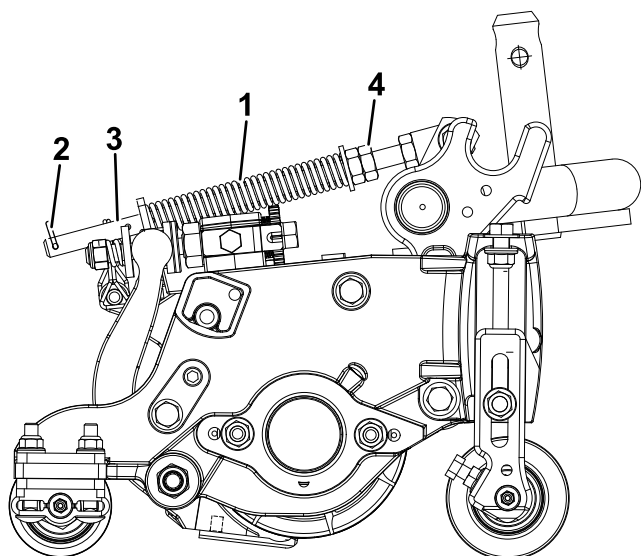

Рисунок 12
Пружина компенсации состояния грунта (Рисунок 12) переносит вес с переднего на задний каток. Это препятствует образованию на грунте волнообразных неровностей (так называемые «волны» или «трясучка»).
1. Убедитесь в том, что шплинт вставлен в заднее отверстие штока пружины (Рисунок 12).
2. Затяните шестигранные гайки на переднем конце штока пружины таким образом, чтобы длина сжатой пружины (Рисунок 12) равнялась 12,7 см.